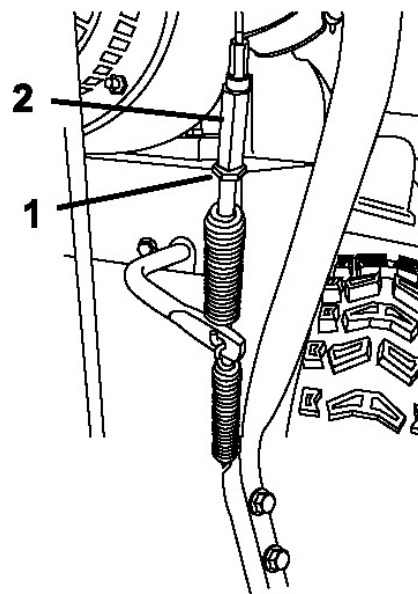

Рисунок 38.
5. Ослабьте контргайку (Рис. 38).
6. Ослабьте или подтяните стяжную муфту, чтобы отрегулировать натяжение троса (Рис. 38).